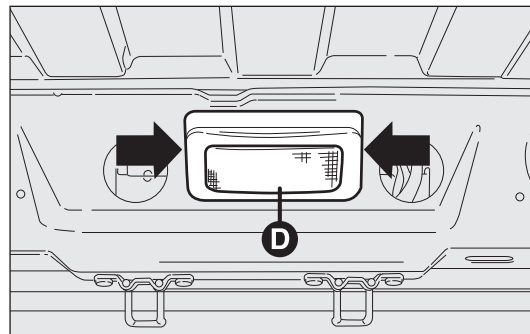
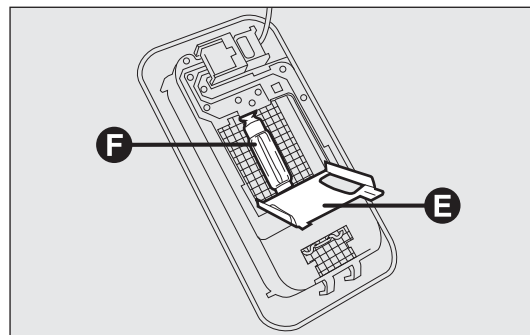

fig. 196
fig. 197
- ☐ actúe en los puntos indicados por las flechas y quite el plafón D-fig. 196;
- ☐ abra la tapa de protección E-fig. 197;
- ☐ sustituya la lámpara F-fig. 197 desconectándola de los contactos laterales y asegurándose de que la lámpara nueva quede correctamente bloqueada entre los mismos contactos;
- ☐ cierre la tapa de protección E-fig. 197 y vuelva a colocar el plafón D-fig. 196 en su alojamiento asegurándose de que quede correctamente bloqueado.